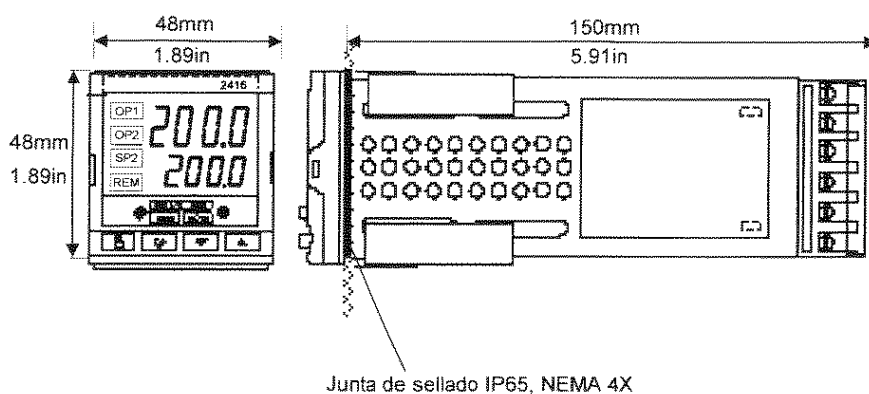

Figura 1-2 Dimensiones externas
El conjunto electrónico del controlador se aloja en una carcasa de plástico rígido, que a su vez se ajusta en un hueco de panel estándar DIN mostrado en la Figura 1-2.
1. Preparar el hueco de panel al tamaño mostrado en la Figura 1-2.